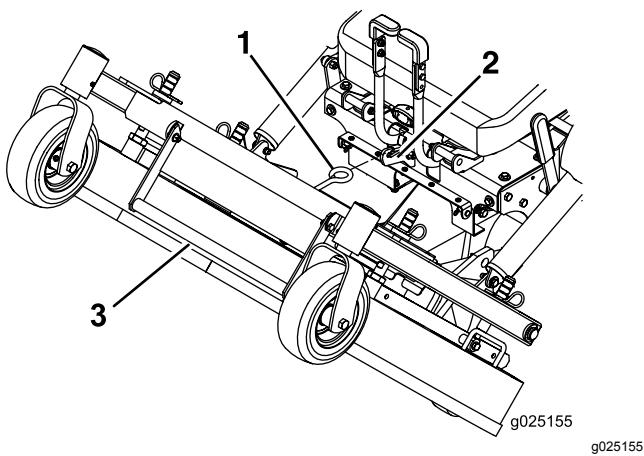

Figure 10
3. À l'aide de la poignée de levage du tablier, élévez le tablier et verrouillez-le dans la position levée (Figure 10).
1. Tenez fermement la poignée de levage du tablier de coupe, décrochez le verrou de la machine et abaissez lentement le tablier au sol (Figure 10).